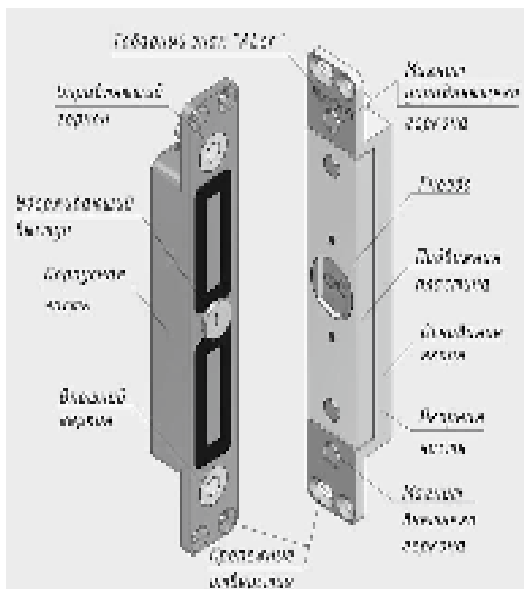

Рисунок 1
4.1 Замок состоит из корпусной и якорной частей. При закрытии двери подвижная пластина якорной части притягивается к рабочей поверхности корпусной части, при этом удерживающий выступ на корпусе входит в соответствующее гнездо пластины якоря и запирает дверь (рисунок 1). Усилие удержания двери в закрытом положении при попытке взлома первоначально определяется усилием сдвига пластины якорной части относительно корпусной, а затем (после преодоления этого усилия) конструктивными размерами удерживающих выступов.
5.2 Для монтажа якорной части в дверном полотне симметрично кромкам двери подготавливается гнездо шириной не менее 32 мм и глубиной не менее 25 мм. Подвижная пластина якоря не должна касаться стенок гнезда при любом положении якоря. Якорная часть замка вертикального исполнения должна быть сориентирована в гнезде по установочной метке в виде товарного знака «ALer» направлением вверх (рисунок 1).